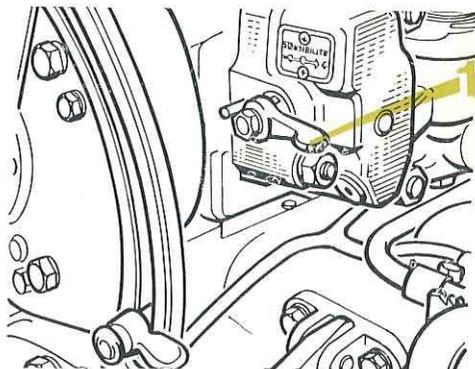

FIG. 48
— Réglage de la sensibilité à l'aide de la petite manette (1) fig. 48 située à la droite